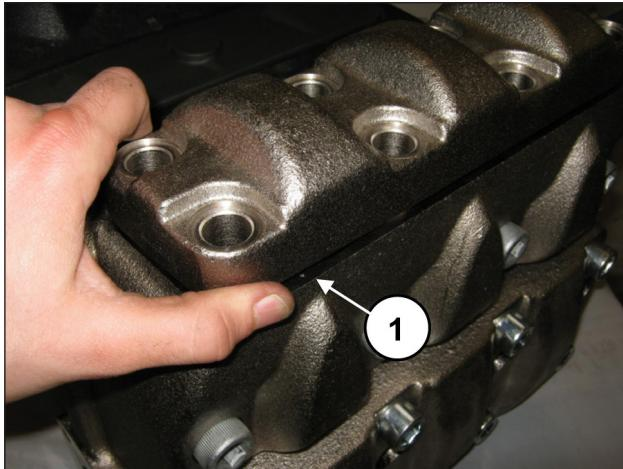
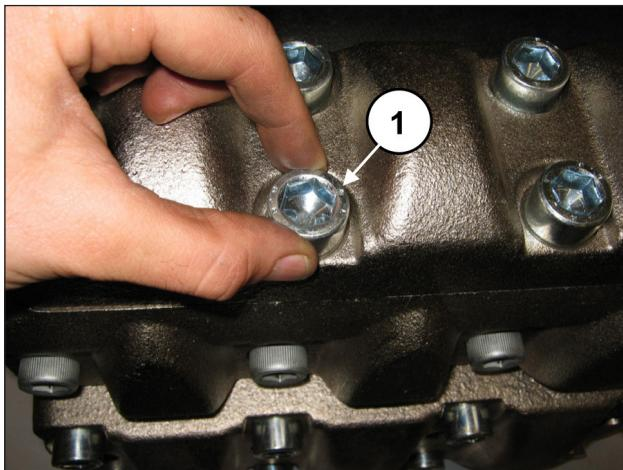

Fig. 159
Fig. 160
Depois de ter terminado com a montagem dos grupos da válvula de fluxo, aplique a cobertura da válvula de fluxo (pos. ①, Fig. 159) e aperte os oito parafusos M16x45 (pos. ①, Fig. 160).